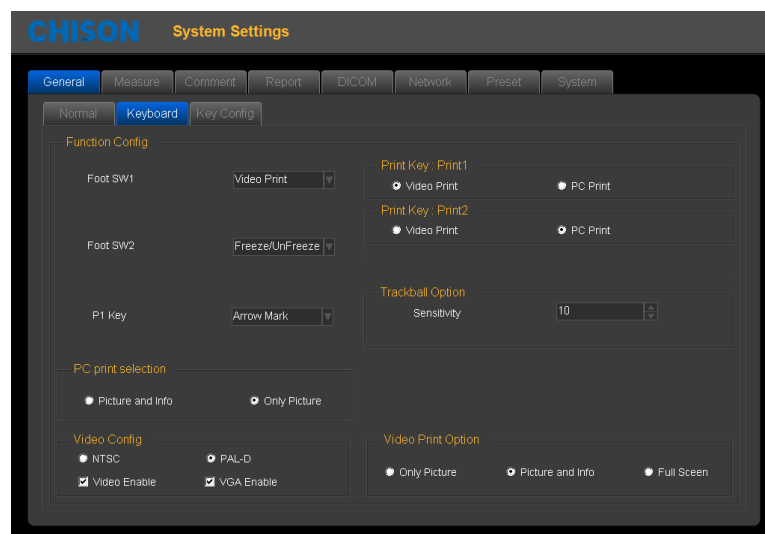

Fig.3-4
- 1) Drücken Sie die  -Taste, um die „Systemeinstellungen“-Bedienoberfläche zu betreten, wählen Sie „Allgemein“, klicken Sie auf „Tastatur“. Siehe Abb. 3-4.